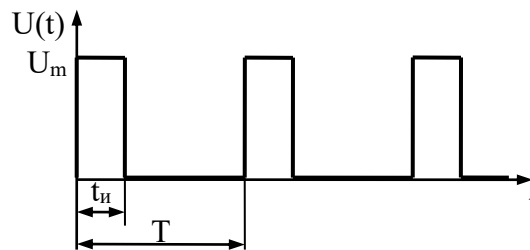

Рис. 3.
12. Определить максимальное U_m значение напряжения импульса по показанию $\alpha_U = 20 \text{ В}$ вольтметра типа В7-26 (содержит преобразователь максимального значения с закрытым входом, шкала проградуирована в действующих значениях синусоидального напряжения), работающего в режиме измерения напряжения переменного тока, если на его вход подана периодическая последовательность прямоугольных импульсов длительностью $t_{и} = 1 \text{ мкс}$ и периодом следования $T = 100 \text{ мкс}$ (рис. 3).